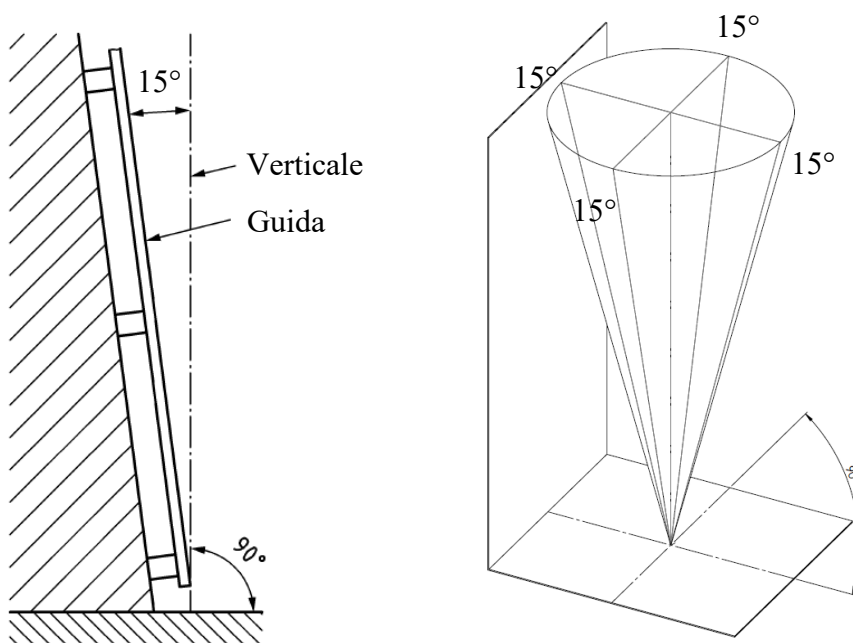

Figura 23: Angolo di inclinazione
- L'angolo massimo di inclinazione della guida dritta è di $\pm 15^\circ$ rispetto alla verticale (vedi Figura 23: Angolo di inclinazione)